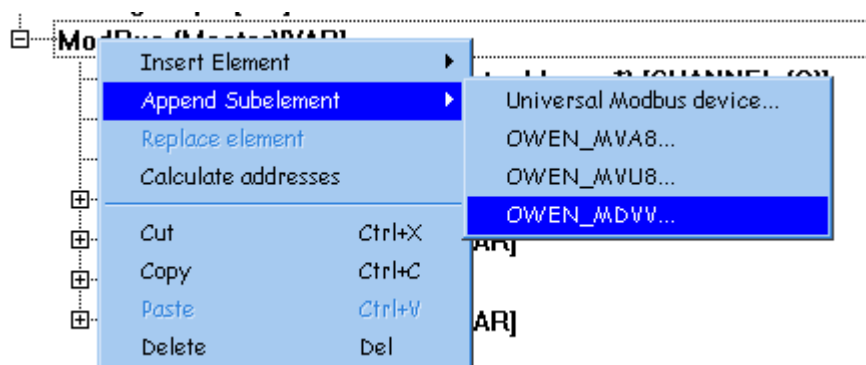
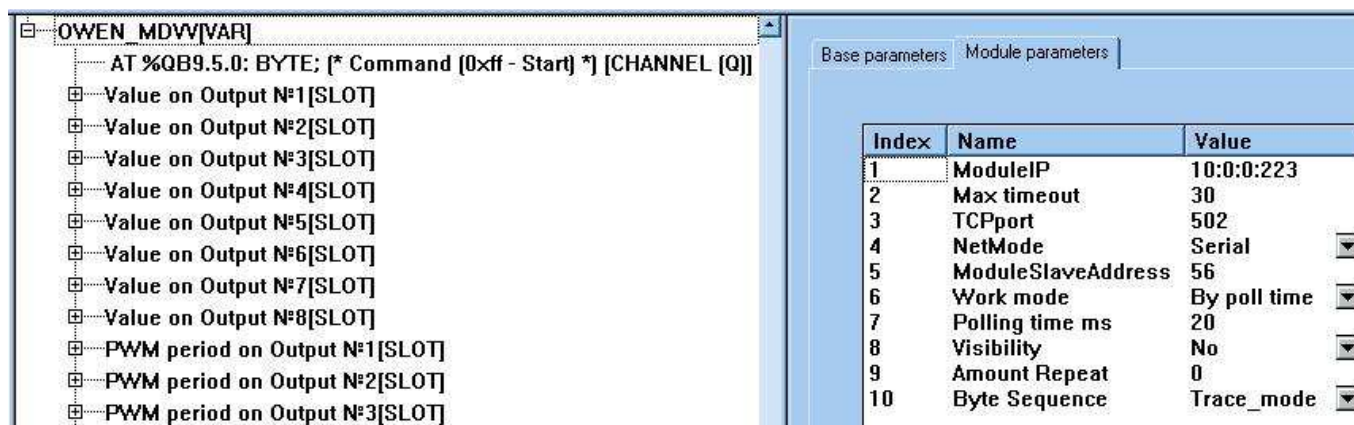

Рис. 7.1
Рис. 7.2
7. Настроим подключение МДВВ. Нажмите правой кнопкой мыши на пункте *ModBus (Master)*, в появившемся контекстном меню выберите пункт *Append Subelement*. Здесь вам предлагается выбрать либо модуль *Universal Modbus device*, либо уже настроенную конфигурацию МДВВ (см. пункт *OWEN_MDVV* на Рис. 7.1). В первом случае вам необходимо самостоятельно определить, значения каких переменных МДВВ и в каком формате вы будете запрашивать и отправлять с ПЛК. Во втором случае все оперативные параметры модуля уже будут сконфигурированы.
Выберите пункт *OWEN_MDVV*, как это показано на рис. 7.1. В окне слева выберите вкладку *Module Parameters*. В столбце *Value* введите значения параметров, как это показано на рис. 7.2. В параметре *ModuleSlaveAddress* вы может задать удобный вам адрес прибора МВУ8, кратный 8. Например, 56. Напомним, что адреса модулей и других подчиненных устройств, работающих с ПЛК по одному интерфейсу, не должны совпадать.